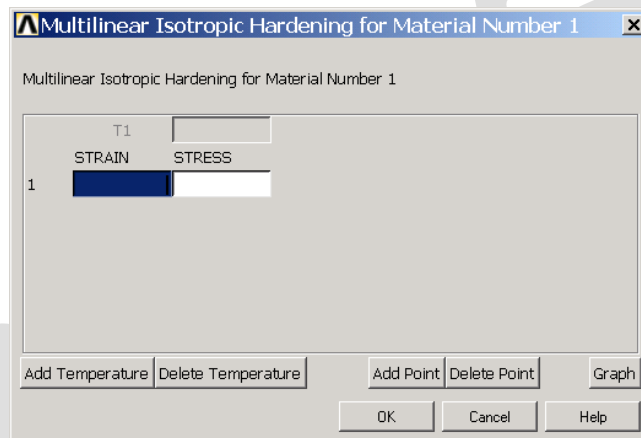

图9.32 多线性等向强化输入对话框
(3) 在弹出的【Multilinear Isotropic Hardening for Material Number 1】对话框中输入应力-应变数据，如图 9.32 所示。单击对话框中的【Add Point】和【Delete Point】按钮可以增加和删除数据点。待所有数据点添加完后，单击【Graph】按钮，Ansys 会在图形窗口中绘出材料的应力-应变曲线。